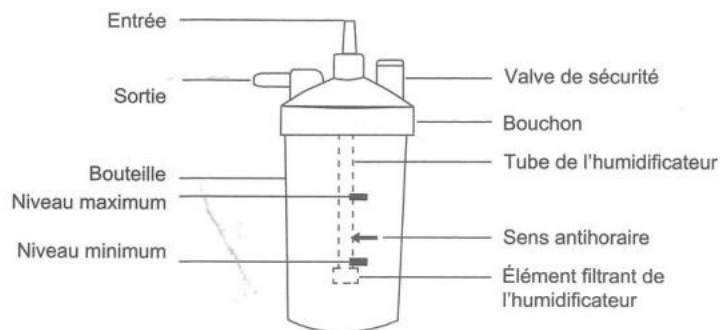

Figure 4 : Composants de l'humidificateur
1. Dévissez la bouteille de l'humidificateur dans le sens antihoraire. Remplissez la bouteille d'eau pure (ou d'eau distillée) à un niveau compris entre MAXIMUM et MINIMUM. Ne remplissez pas la bouteille de l'humidificateur au-dessus du MAXIMUM. (Figure 4)